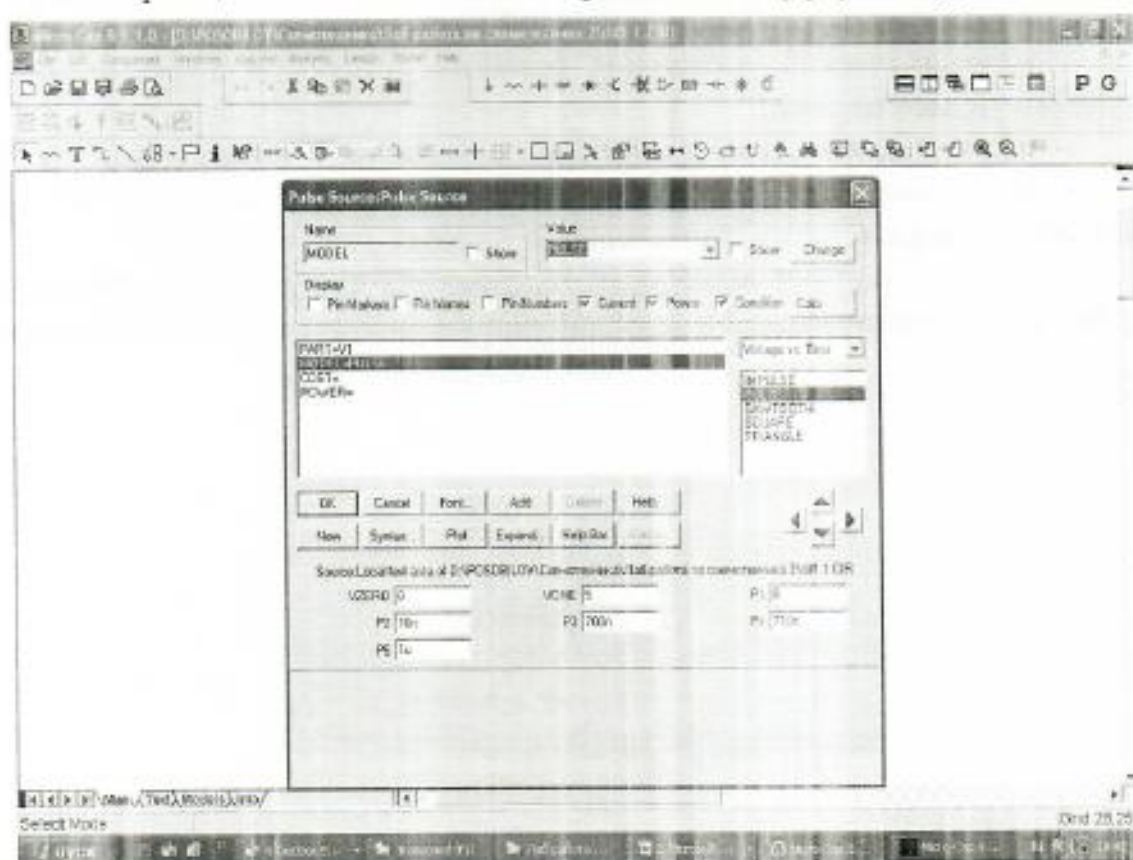

Рис.5.2 Параметры генератора в дифференцирующей цепи
3. Поместить в рабочее поле экрана из папки DATA схему дифференцирующей цепи(diff1 1.). Схема представлена на рисунке 5.1. Вывести схему на печать (Ctrl +P). На схеме $R=10$ Ом, $C=1$ н(наносекунда). Установить параметры генератора импульсов V1 в соответствии с рис. 5.2.